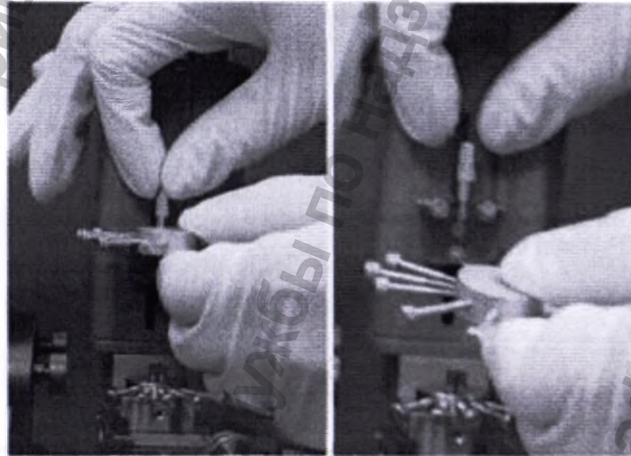

Рисунок 74: Извлечение держателя электродов
3. извлеките держатель электродов (рис. 74), Оставьте в адаптере Bengun только канюлю, через которую будет проходить установка глубинного электрода (DBS), остальные канюли извлеките.